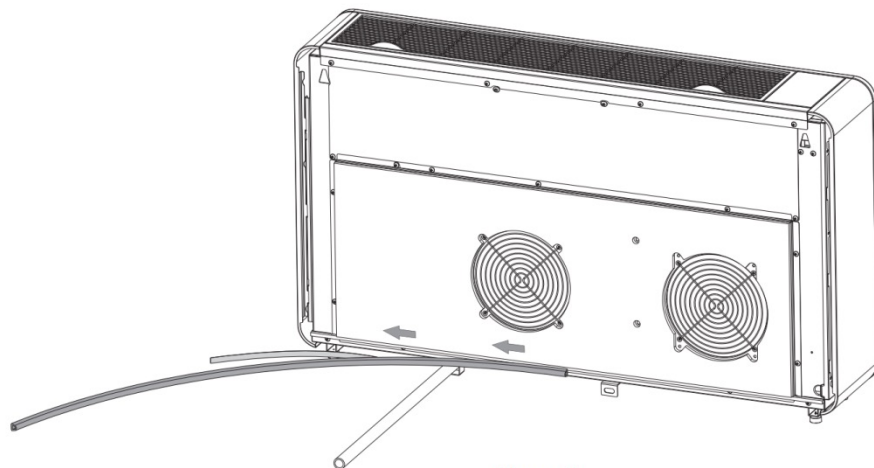

Figure 1
1. Der Dichtungsstreifen sollte entlang der Kante der Maschine aufgeklebt werden, wie in Abbildung 1 gezeigt.